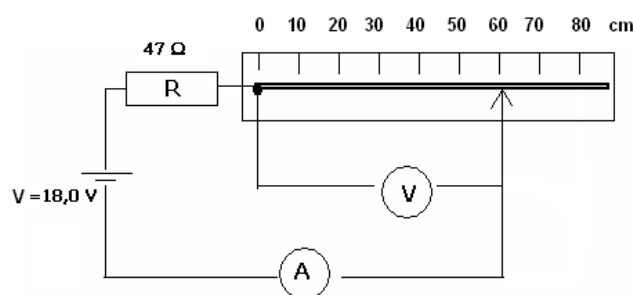

Figura 2.- Esquema del circuito
3. Arme el circuito como se muestra en la figura 2, teniendo cuidado de colocar la resistencia adecuadamente.